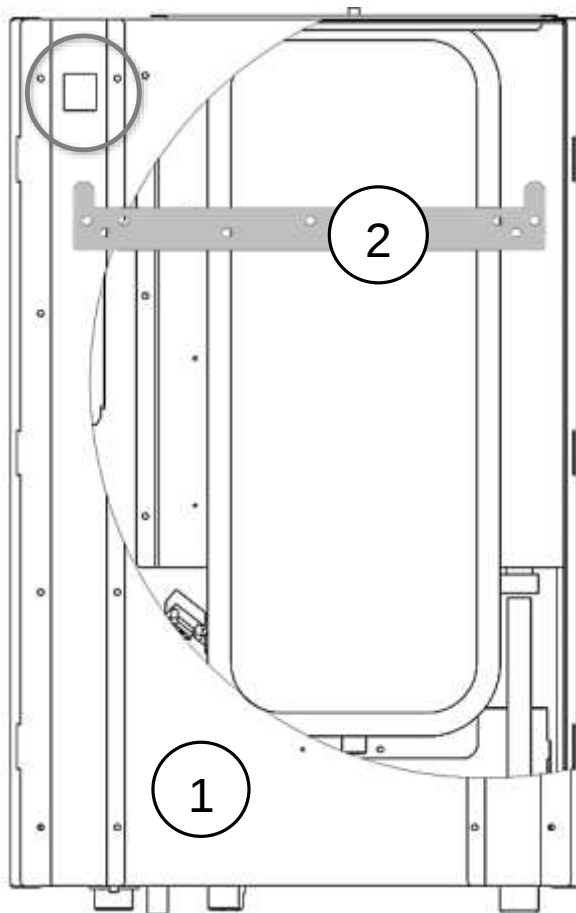

Рис. 12 Монтажные отверстия электрокотла 1. котёл; 2. монтажная планка
- После крепления монтажной планки (кронштейна) на стене (несущей поверхности) повесить котел монтажными отверстиями на крюки монтажной планки (см. рис. 12).